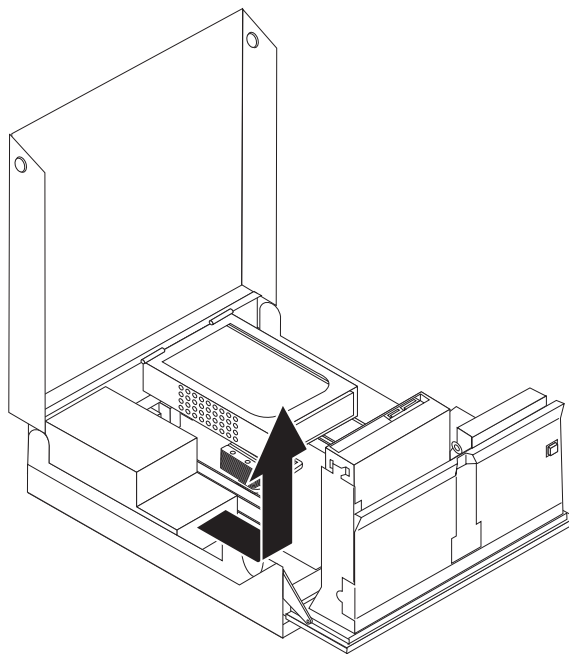

Figura 20. Rimozione dell'alimentazione
8. Far scorrere l'assieme di alimentazione dal telaio e rimuoverlo dal computer. Consultare la sezione Figura 20.